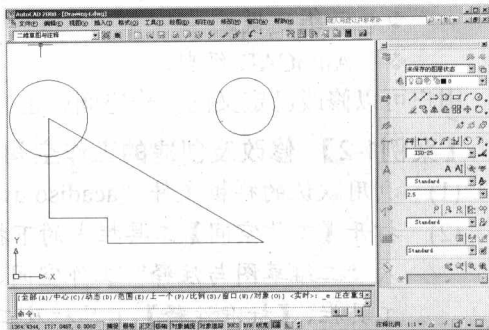

图1-6 全部显示图形
- (9) 打开程序窗口上部的下拉列表, 选择“AutoCAD 经典”选项, 进入“AutoCAD 经典”工作空间, 观察程序界面的变化。再选择【二维草图与注释】选项, 又返回“二维草图与注释”工作空间。
- (10) 单击程序窗口右边【面板】上的 按钮, 光标变成手的形状 。按住鼠标左键向右拖动光标, 直至图形不可见为止, 按 **Esc** 键或 **Enter** 键退出。
- (11) 单击程序窗口右边【面板】上的 按钮, 图形又全部显示在窗口中, 如图 1-6 所示。